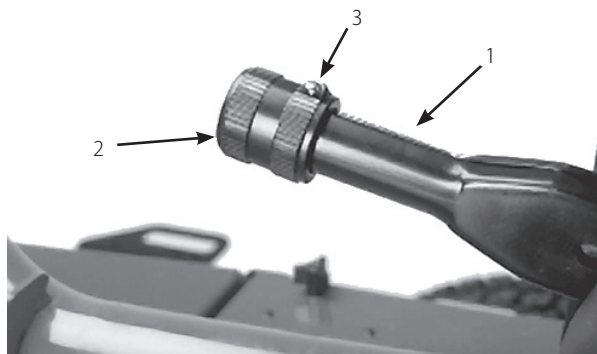

図 58
1. 駐車ブレーキのノブをレバーに固定しているネジをゆるめる (図58)。